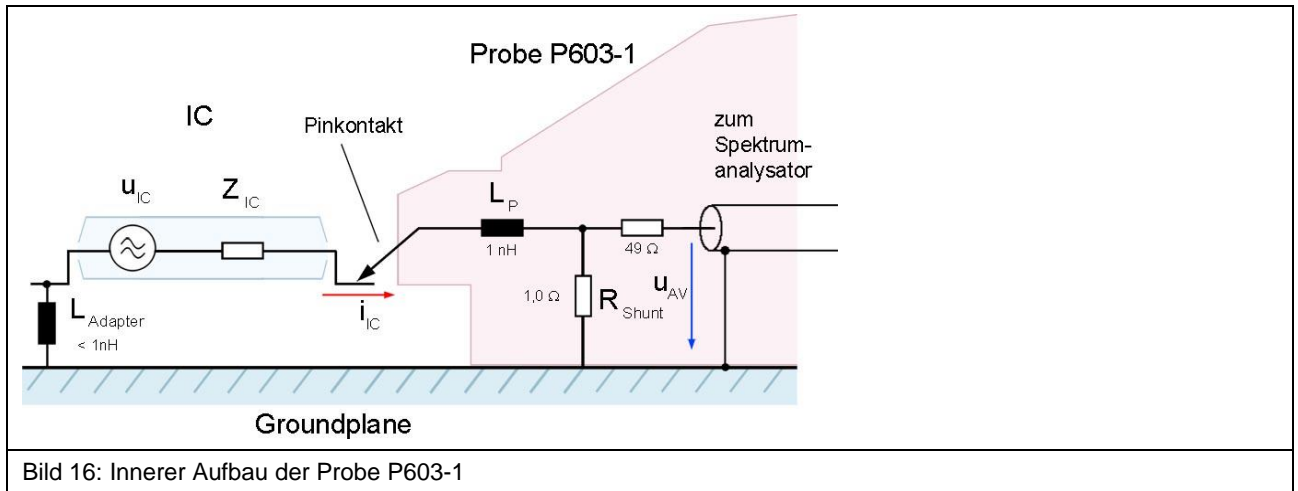

Bild 16: Innerer Aufbau der Probe P603-1
**Bild 16** zeigt das Ersatzschaltbild der Probe **P603-1**. Der Stromtastkopf besteht aus einem 1 Ohm Shunt und einem 49 Ohm Anpasswiderstand. Um die Belastung von Signalpins durch den 1 Ohm Shunt zu verringern, kann ein zusätzlicher Kondensator  $C_{ext}$  zwischen Test-IC und Probe eingefügt werden. Der Stromtastkopf **P603-1** besitzt in der Zuleitung von der Spitze des Pinkkontaktes bis zum Shunt eine Induktivität  $L_P$  von 1 nH. Dieser Wert und der damit verbundene Messfehler sind wesentlich kleiner als der Wert, der mit dem Aufbau nach IEC 61967-4 erreicht wird. Für die Messung muss der Pinkkontakt der Probe mit dem entsprechenden Pin des Test-ICs kontaktiert werden. Vgl. „Bedienungsanleitung ICE1“1 und „Richtlinie IC-Pulstest“2.